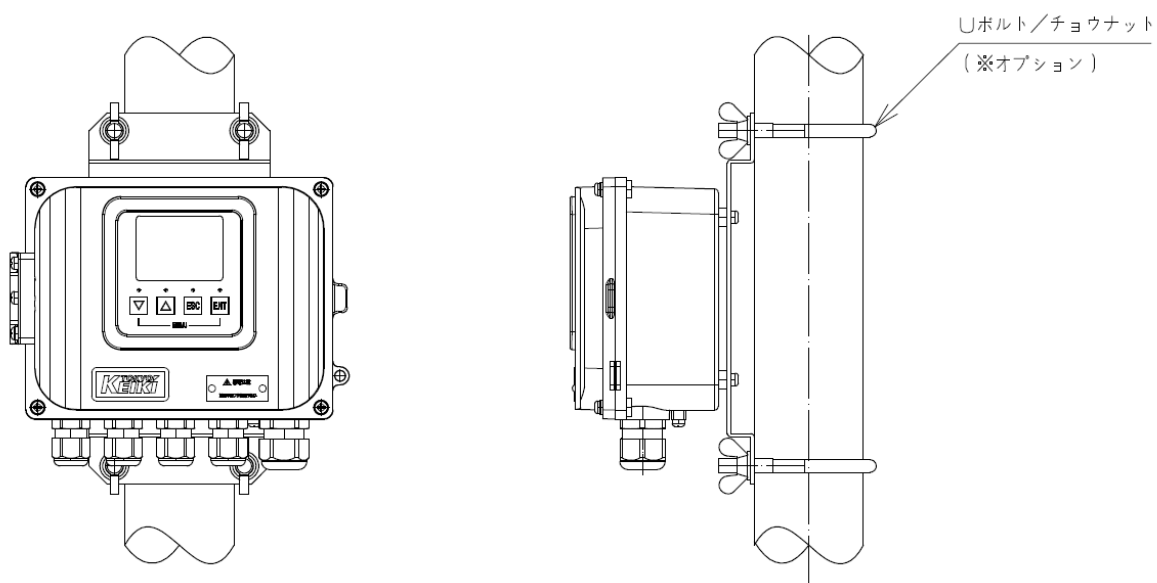
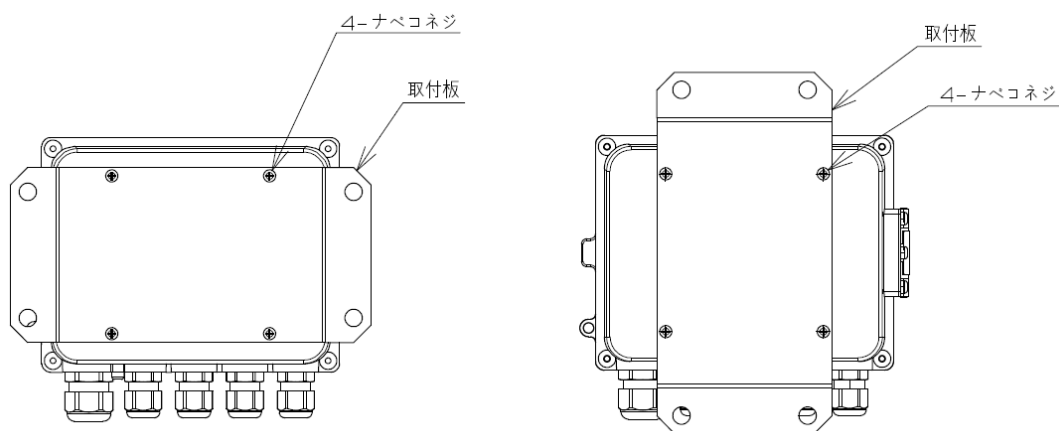

図 4.3.2 50A ポール取付
図 4.3.3 変換器背面（取付板方向変更）
- 3) 50Aポール取付けの場合は、図4.3.2、図4.3.3に示すように取付板の向きを縦方向に変更し、Uボルトを取付板の上下2箇所にて取り付けてください。